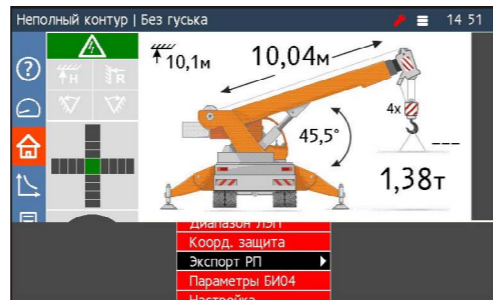

Рисунок 12. Меню «Экспорт РП»
- нажав кнопку **2** перейти в главное меню, кнопками **4, 5** выбрать пункт «Экспорт РП» (рисунок 12), дважды нажать кнопку **6**;